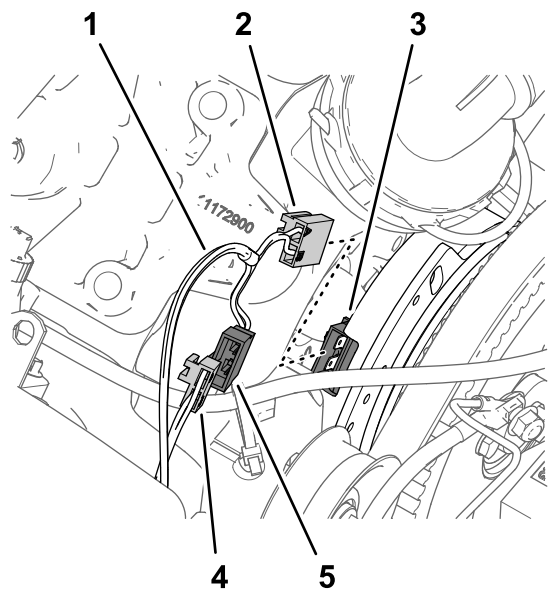

Figura 169
2. Ligue o conector de dois pinos da secção de cablagem do kit (84 cm) rotulado EMBRAIAGEM DA BOMBA (pump clutch) ao conector de duas tomadas da cablagem da máquina rotulado BOBINA DA BOMBA DO PULVERIZADOR (spray pump coil) (Figura 169).
3. Ligue o conector de duas tomadas da secção cablagem do kit rotulado EMBRAIAGEM DA BOMBA (pump clutch) ao conector de dois pinos do alternador (Figura 169).